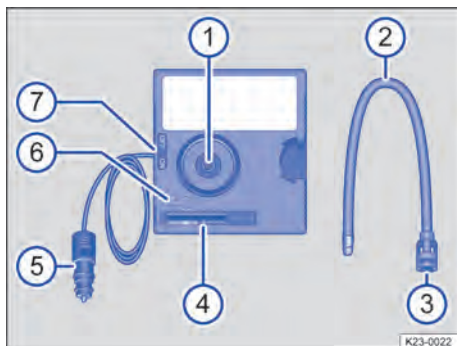
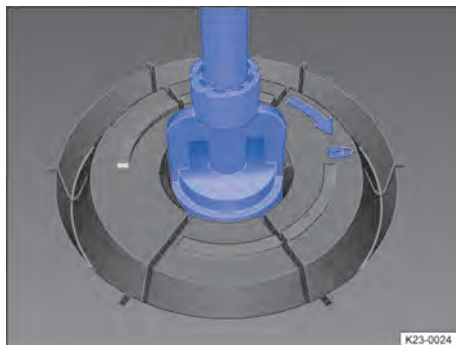
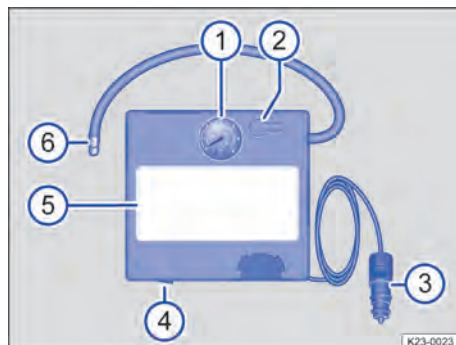

Fig. 231 Compresseur du kit de crevaison (schéma de principe)
Fig. 232 Mise en place du flexible de gonflage du pneu
Fig. 233 Compresseur du kit de crevaisson (schéma de principe)
1. Retirez le flexible de gonflage du pneu → fig. 231 ② situé sur le dos du compresseur.
2. Insérez le flexible de gonflage du pneu → fig. 231 ② avec l'écrou à oreilles ③ dans le support pour flexible de gonflage du pneu ① en veillant à ce que l'écrou soit orienté vers ⚙.
3. Tournez l'écrou à oreilles → fig. 231 ③ dans le sens des aiguilles d'une montre jusqu'à ce que l'écrou à oreilles soit dirigé vers ⚙ → fig. 232.
4. Vissez fermement le flexible de gonflage → fig. 231 ② du compresseur sur la valve du pneu.
6. Branchez le connecteur 12 V → fig. 231 ⑤ dans une prise de courant 12 V du véhicule → page 250.
7. Mettez le compresseur en marche à l'aide de l'interrupteur Marche/Arrêt → fig. 231 ⑦.
1. Vissez fermement le flexible de gonflage → fig. 233 ⑥ du compresseur sur la valve du pneu.
3. Branchez le connecteur 12 V → fig. 233 ③ dans une prise de courant 12 V du véhicule → page 250.
4. Mettez le compresseur en marche à l'aide de l'interrupteur Marche/Arrêt → fig. 233 ④.
2. Raccordez de nouveau le flexible de gonflage du pneu → fig. 231 ② ou → fig. 233 ⑥ et consultez la pression de
gonflage indiquée sur l'indicateur de pression de gonflage des pneus → fig. 231 ④ ou → fig. 233 ①.